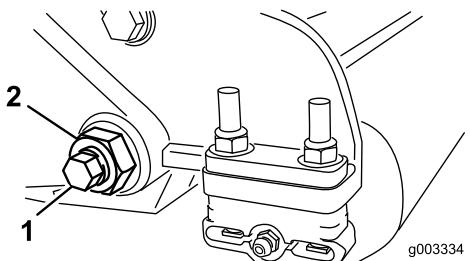
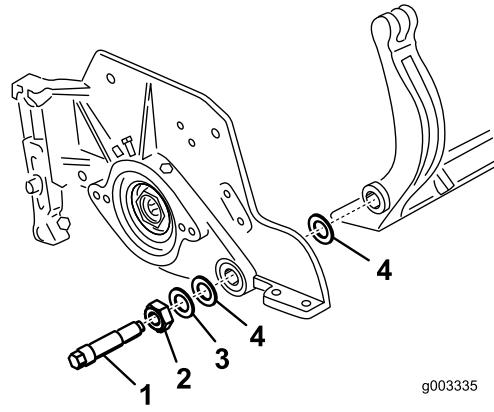

図 31
図 32
- ベッドバー bolt 図31を固定しているロックナット機体両側をゆるめる。
- 各ベッドバー bolt を抜いて、ベッドバーを下に引き抜いて外す図31。ベッドバーの両端にナイロンワッシャとスチールワッシャが枚ずつあるので注意する図32。
- その外側からスチール製ワッシャを取り付ける図32。